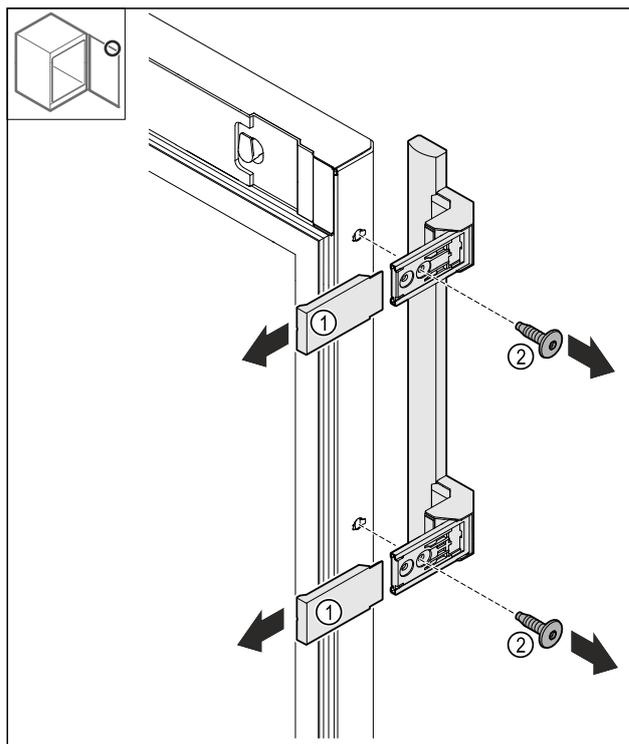

Fig. 25
- Skinite poklopce Fig. 25 (1).
- Otpustite vijke Fig. 25 (2).